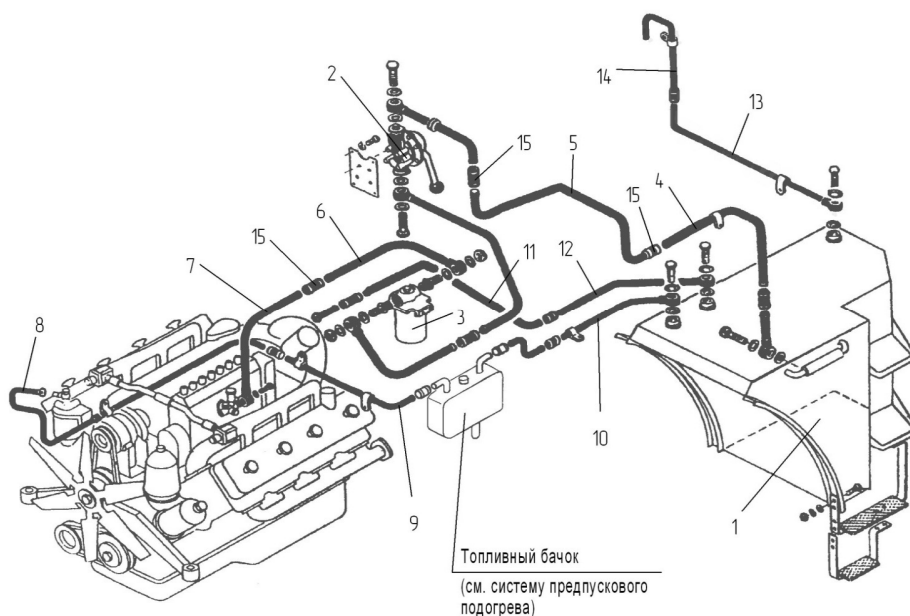

Рис. 6 Система питания топливом
- заполнить систему питания двигателя топливом (рис. 6), для чего прокачать систему ручным топливоподкачивающим насосом (рис. 7) в течение 2 - 3 мин;
Система питания представлена на рис. 6.